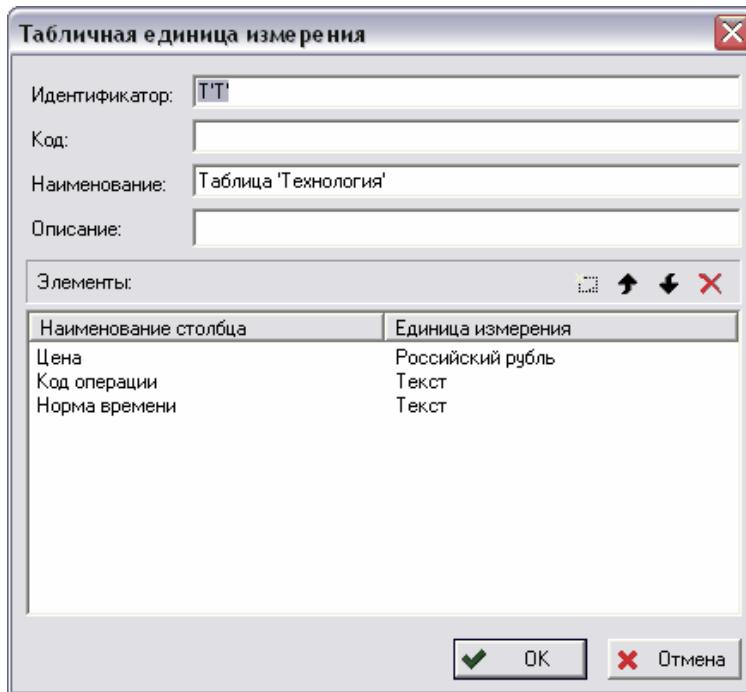
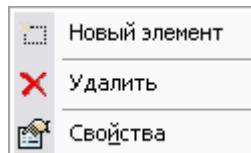

Рис. 77 Табличная единица измерения
Рис. 78
Диалоговое окно **Табличная единица измерения** содержит окно **Элементы** (Рис. 77). В нем создаются столбцы табличной единицы измерения.
1. В окне таблицы **Элементы** щелкните правой клавишей мыши и в появившемся контекстном меню выберите пункт **Новый элемент** (Рис. 78) или нажмите на кнопку  панели инструментов (Рис. 77).